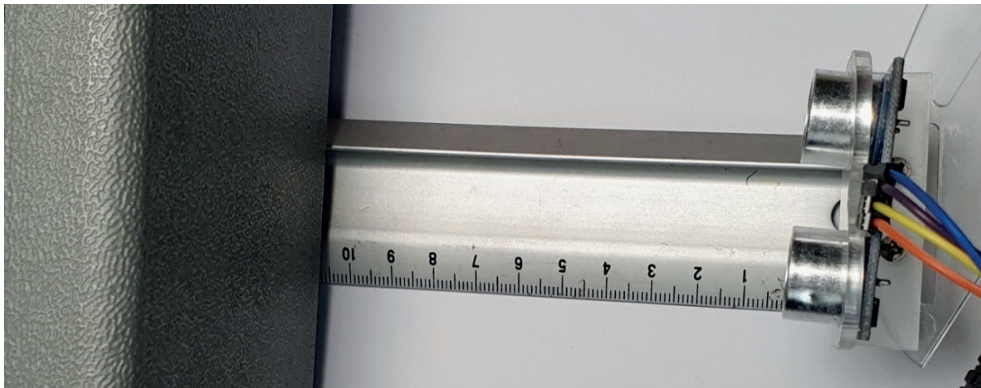

Рис. 8.17. Дальномер и объект
- Поместите объект на расстоянии от 4 см до 1 м от датномера, как показано на рис. 8.17.
На рис. 8.17 объект находится примерно на расстоянии 10,5 см от датчика. В качестве объекта выступает небольшой ящик для инструментов. Вы можете выбрать любой объект с твердой поверхностью.